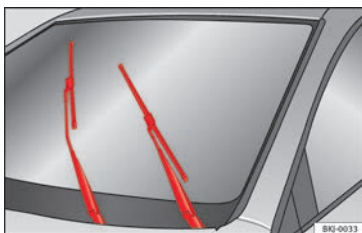

Fig. 88 Tergicristalli in posizione di manutenzione.
- Accendere e spegnere il quadro, quindi (dopo circa 9 secondi), spostare la leva del tergicristalli verso il basso (tergiture singola). Le spazzole si posizionano nella posizione di manutenzione » **fig. 88**.